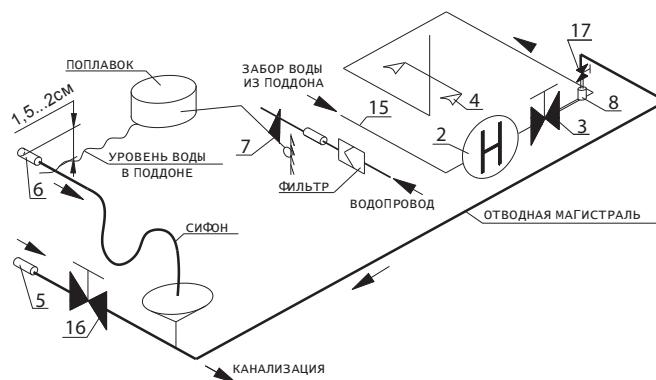

Рисунок 42. Принципиальная схема гидравлических соединений
Рекомендации по монтажу трубопроводов (см. рисунок 42):
- отбор воды (при отсутствии других методов водоподготовки - см. рисунок 42);